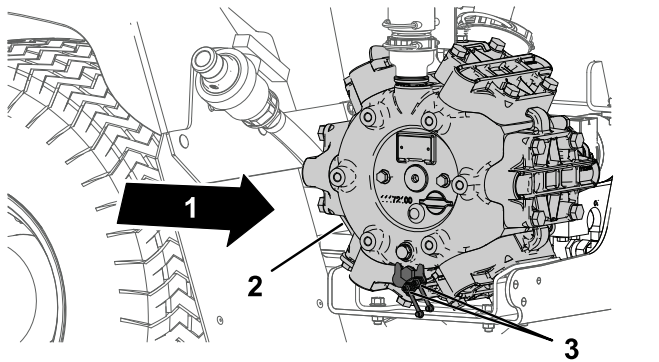

図 102
1. リモートグリスフィッティング2個をきれいに拭く 図 102。
2. リモートグリスフィッティングにグリスを注入する 図 102。